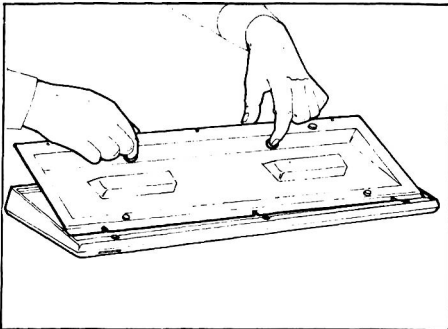

Bild 2.11 Abnahme des Tastaturbodens
- c) Zeigefinger in die zwei Bohrungen der Bodenplatte der Tastatur einführen, und den Boden mit einem kurzem Ruck nach oben lösen (Bild 2.11).